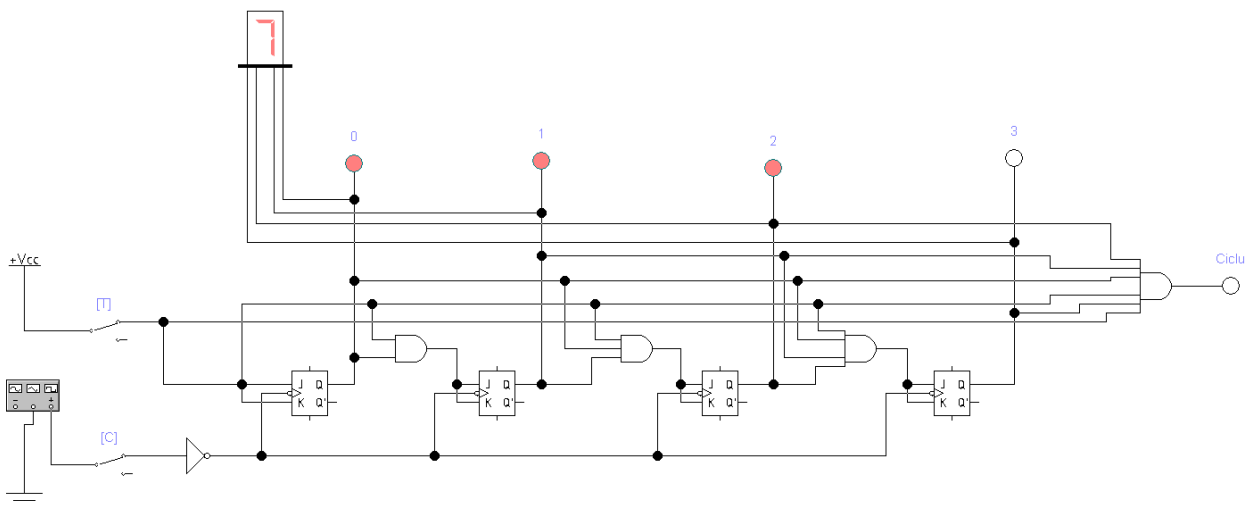

Fig. 6. Schema electrică a contorului binar cu repetarea ciclului de numerare.
5.1. Construiți schema contorului binar cu repetarea ciclului de numerare de ordinul patru prezentată în Fig. 6.